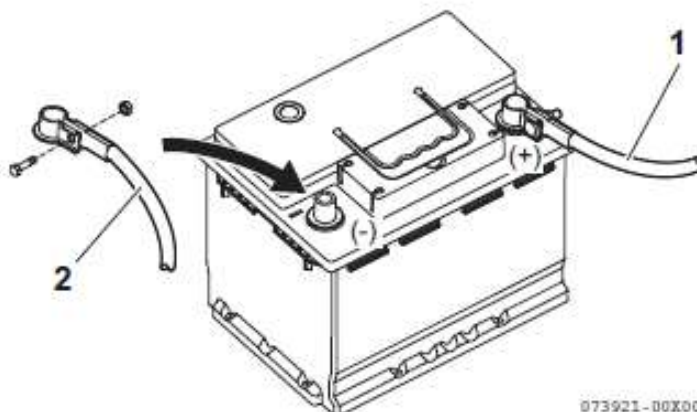

Рисунок 25
3. При подключении аккумуляторных проводов к батарее, в первую очередь присоединяется плюсовой (+) провод (Рисунок 25, (1)).
4. В последнюю очередь к аккумуляторной батарее присоединяется минусовой (-) провод (Рисунок 25, (2)).